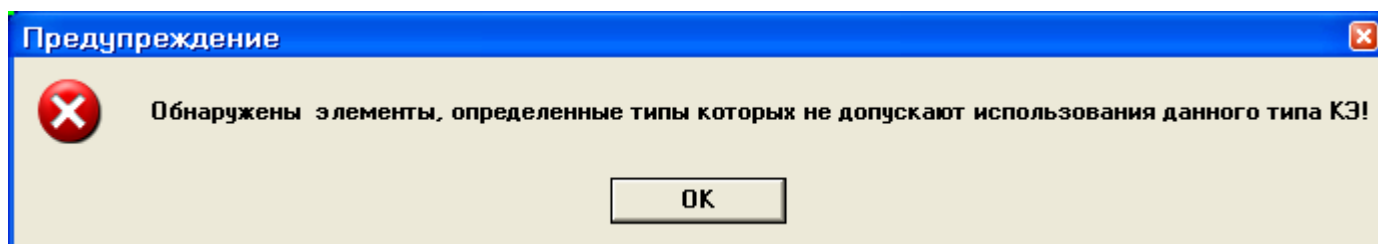

Рис.16.13. Диалоговое окно Предупреждение
- В появившемся диалоговом окне **Предупреждение** (рис.16.13) щелкните по кнопке **ОК**.